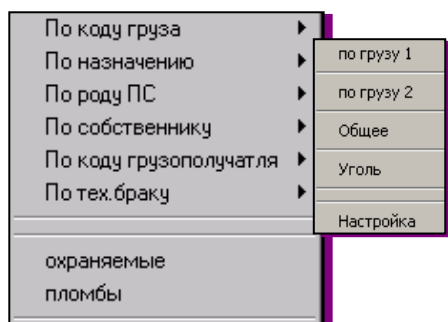

Рисунок 9. Выпадающее меню кнопки *«Виды разложений»*
- ✚ Одним нажатием мыши выбрать нужный вид разложения в выпадающем меню (рис.9) кнопки;
- ✚ В появившемся списке разложений (рис.9) указанного вида одним нажатием левой кнопкой мыши выбрать нужное наименование.
Кнопка «Палитра» содержит перечень окон условных обозначений (настраиваемых пользователем и прошитых в программе), используемых в окнах объектов слежения для представления информации на экране (рис.9). Нужная палитра вызывается одним нажатием левой кнопкой мыши: